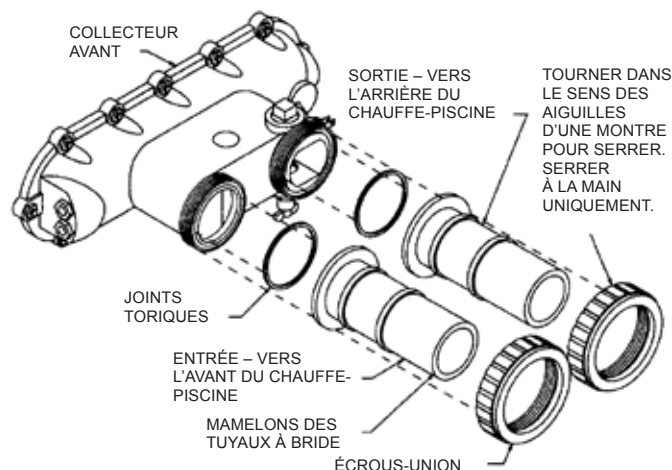

Figure 22: Installation du mamelon du tuyau
1. Le chauffe-piscine de série H est équipé de mamelons de tuyau à bride CPVC SCH-80, d'écrous-union, de joints toriques en néoprène à utiliser avec des raccords de 2 po. La figure 22 illustre le mode d'installation de ces pièces sur le collecteur avant.